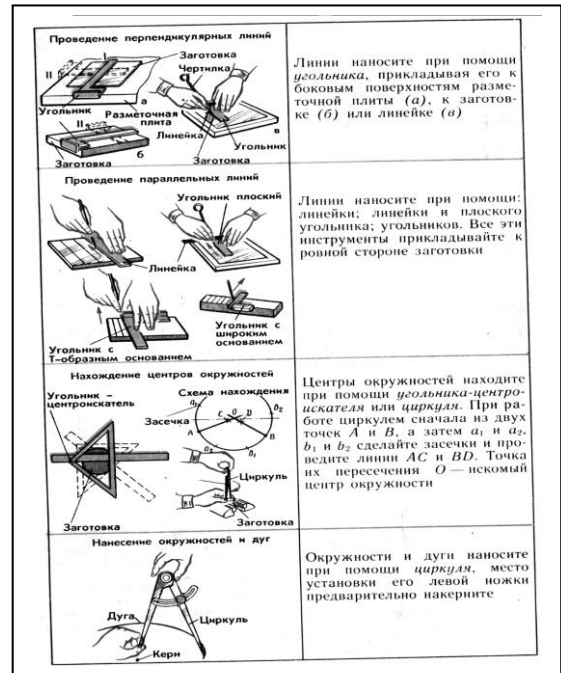

Рис. 5
3. Познакомиться с правилами и приёмами разметки тонколистового металла (рис.5)